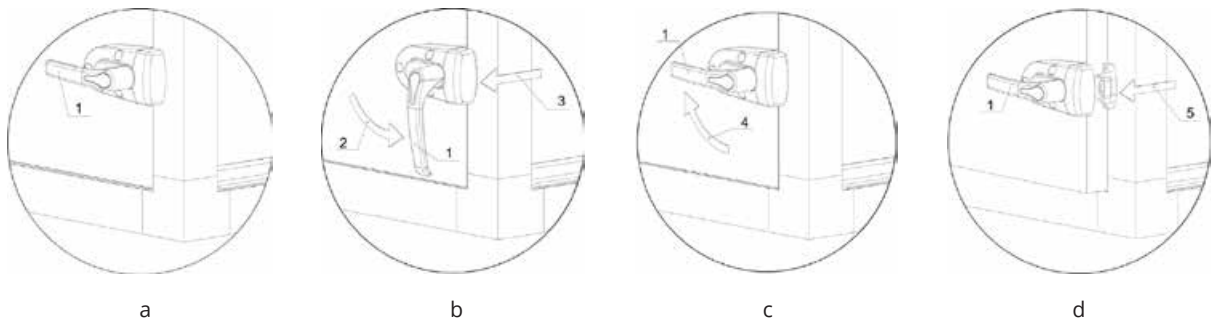

Abbildung 7.5.1 (a, b, c, d) – Zugangstüröffnungssequenz.
Die Zugangstüren der Klimageräte sind mit einem Türgriff mit Überdruckschutz ausgestattet. (siehe *Abbildung 7.5.1 a*), das den Griff in geschlossener Stellung zeigt. Die Verriegelung des Zugangsdeckels befindet sich auf der Außenseite des Gerätes.
Türöffnungs-Sequenz (*Abbildung 7.5.1*):
2. Griff 1 drehen in Richtung 2 (*Abbildung 7.5.1 b*).
4. Den Griff in Richtung 4 drehen (*Abbildung 7.5.1 c*).
6. Ziehen Sie den Griff in Richtung 5, um die Zugangstür zu öffnen (*Abbildung 7.5.1 d*).